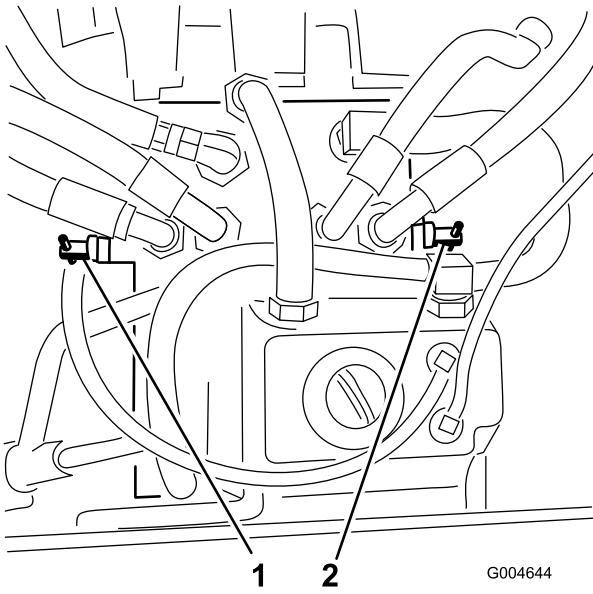

Figure 57
3. Tournez chaque vanne de dérivation d'un tour dans le sens anti-horaire (Figure 57).
Tournez chaque vanne de dérivation d'un tour dans le sens horaire et serrez-les à la main (couple de serrage de 8 Nm (71 po-lb) approx.) (Figure 57).